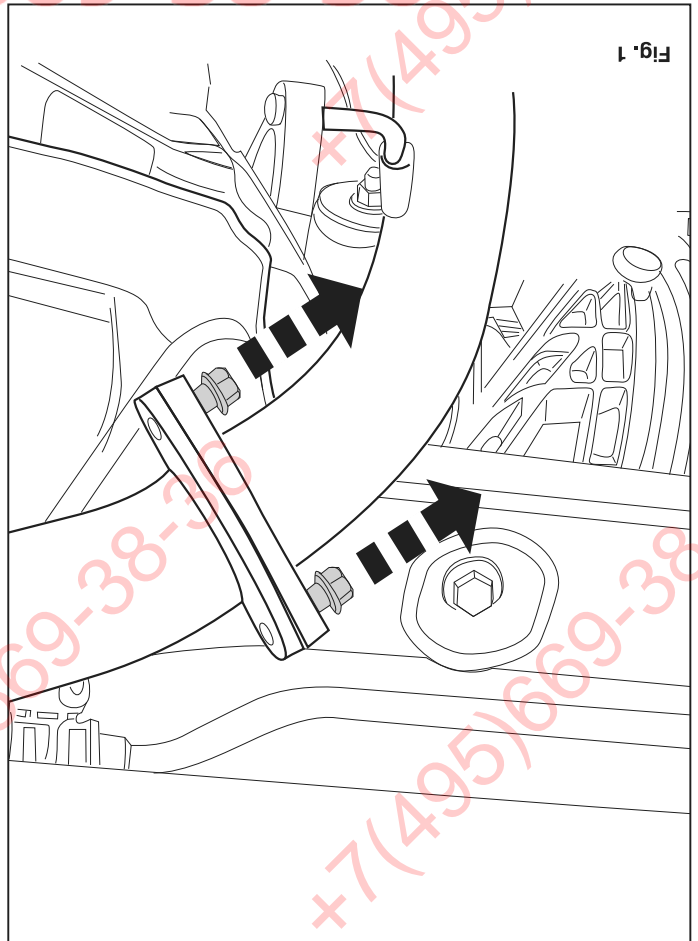
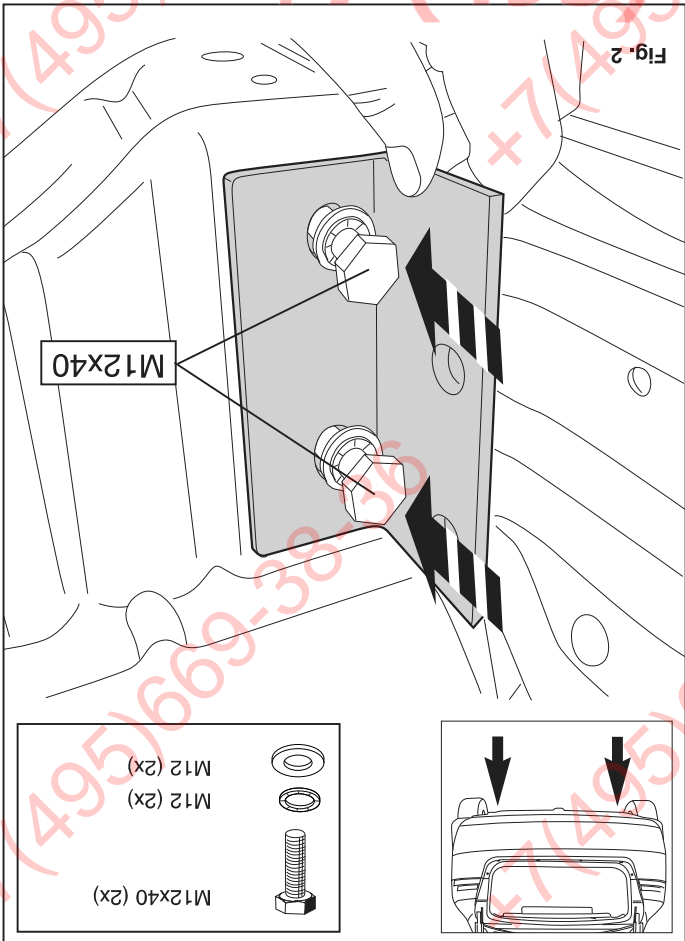

Fig. 1
Fig. 2
1. Remove the last exhaust silencer. See figure 1.
2. Remove the securing eye (L). It will no longer be needed.
3. Position the supports A and attach them at points B, then fit the whole thing without fully tightening. See figure 2.
1. Den hintersten Auspuff-Schalldämpfer abmontieren. Siehe Abbildung 1.
2. Die Sichertheitsöse (L) abmontieren. Diese wird nicht mehr benötigt.
3. Die Halterungen A anlegen und bei den Punkten B befestigen. Alles halbseitig montieren. Siehe Abbildung 2.
1. Démontez le dernier silencieux de l'échappement. Voir la figure 1.
2. Démontez l'anneau de remorquage (G). Il ne sera plus utilisé.
1. Снять последний глушитель выхлопа. См. рисунок 1.
2. Снять буксировочное ухо (L). Эта деталь больше не понадобится.
3. Поставить кронштейны А и прикрепить их в точках В, закрепив не до конца. См. рисунок 2.